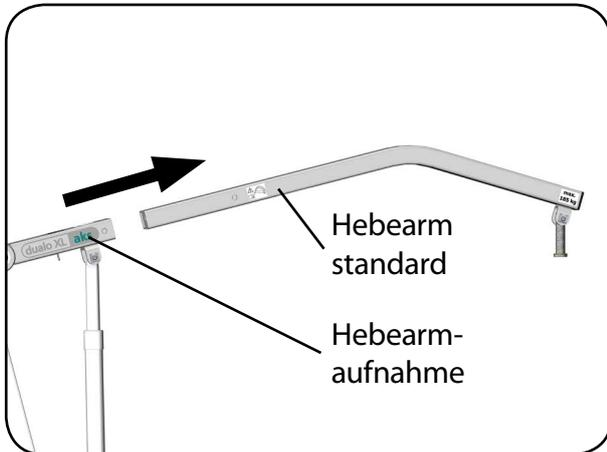

Abb. 8.7.01 - Hebearm standard entfernen
1. Entfernen Sie den Rohrklappstecker aus der Hebearmaufnahme (Abbildung 8.7.01).
2. Ziehen Sie den Hebearm standard aus der Hebearmaufnahme heraus (Abbildung 8.7.01) und stecken Sie den demontierten Hebearm standard in die dafür vorgesehene Halterung am Trittbrett (Abbildung 8.7.04). Bei längerer Nichtverwendung, lagern Sie den Hebearm standard in der Original-Verpackung. Die Lagerungsbedingungen sind im Kapitel **Lagerung** beschrieben und müssen eingehalten werden.